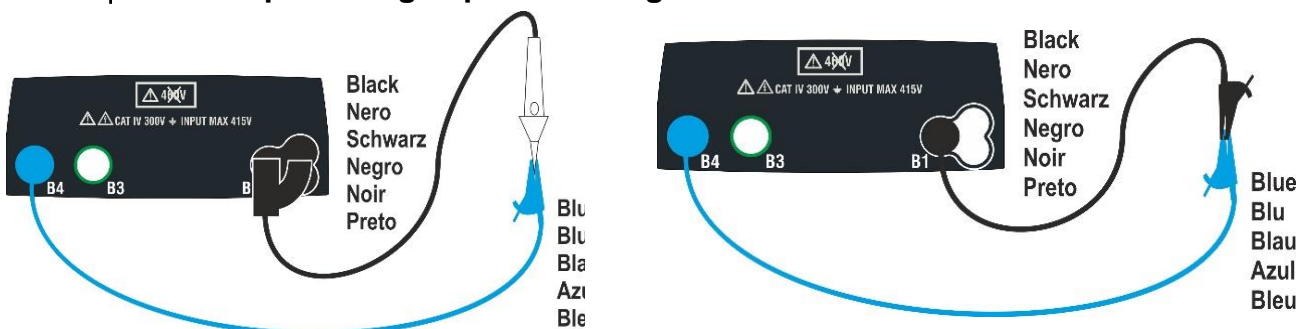

Fig. 10: Udkompensering af modstanden i prøveledning / i fjernbetjeningsproben
2. Kortslut krokodillenæb/prøveledningerne eller fjernbetjeningsproben som vist i Fig. 10.